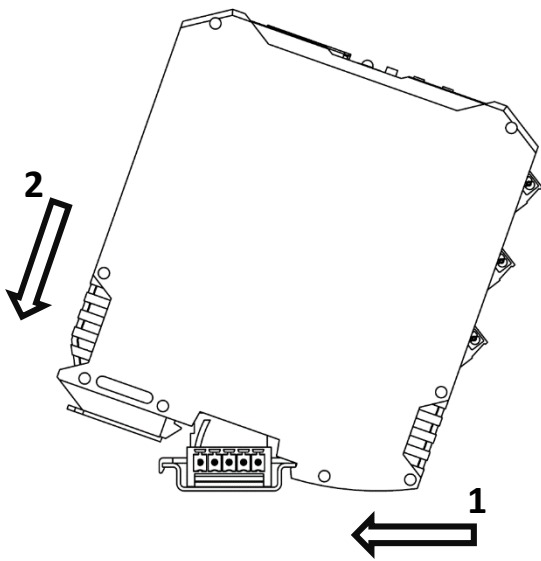

Abbildung 2: Montage auf die DIN-Schiene
Die Control Module können auch ohne Busadapter betrieben werden, sie werden dazu wie in **Abbildung 2** beschrieben auf die Hutschiene montiert. Jedes Modul muss dann separat mit 24 V versorgt werden.
2. Das Modul mit leichter Neigung auf die DIN-Schiene schieben bis die untere Nut komplett eingerastet ist. Siehe **Abbildung 2**.